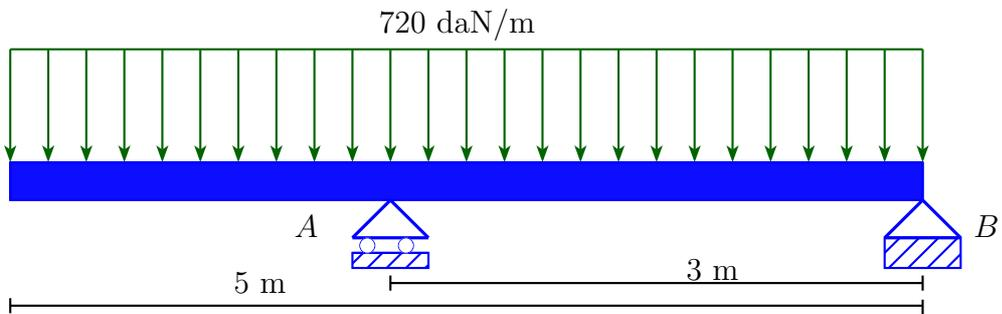

Figura 6.
**Pregunta 11** En la viga de la figura 6 se pide hallar la flecha en el punto medio de los apoyos y comparar con la flecha en el extremo izquierdo.